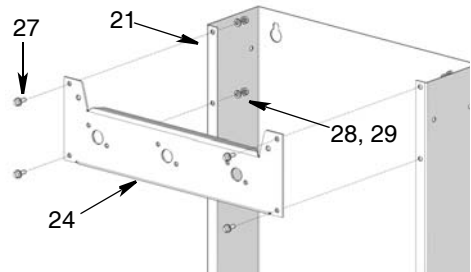

**FIG. 5**
1. Coloque la envoltura del dispensador (21) en la bandeja de drenaje (22) con los tornillos (27), las arandelas de seguridad (28) y las tuercas (29) y los orificios existentes. Apriete las tuercas firmemente. (Vea la FIG. 5).